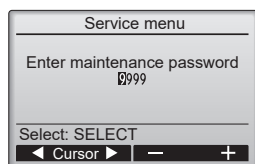

Fig. 7-2
- ① Sélectionnez "Service" dans le menu général puis appuyez sur le bouton [SELECT/HOLD] (SÉLECTION/EN ATTENTE).
- ② Lorsque le menu SAV est sélectionné, une fenêtre vous invitant à saisir le mot de passe apparaît. (Fig. 7-2)